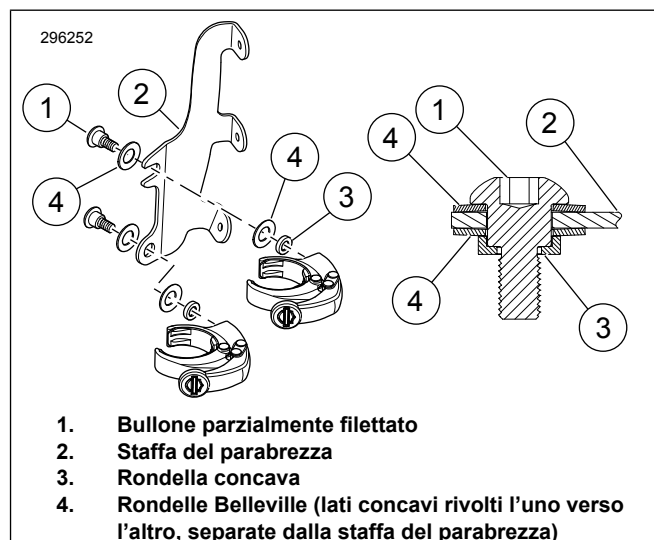

Figura 1. Morsetto di montaggio del parabrezza
2. Vedere Figura 1 Installare, senza stringere, i gruppi dei morsetti alle staffe di montaggio del parabrezza (2). Fissare con il bullone parzialmente filettato (1), rondella Belleville (4) e rondella concava (3), come mostrato.